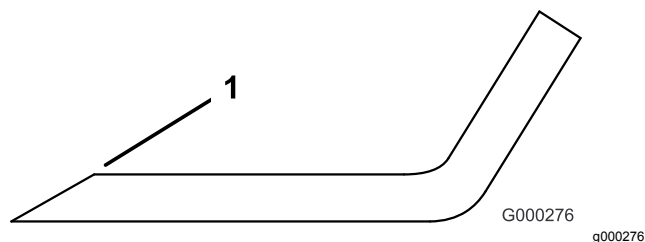

Figura 77
1. Affilate i taglienti da entrambe le estremità della lama con una lima (Figura 77).